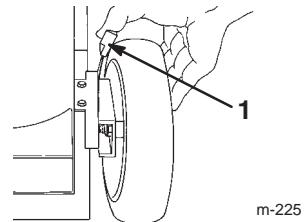

Figure 12
- Tirez le levier de réglage de hauteur vers la roue (Fig. 12) et amenez-le à la position voulue.